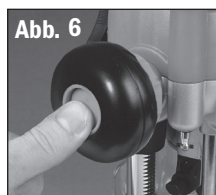

Abb. 6
1. Zur Anpassung der freihändigen Tiefeneinstellung drücken Sie den Auswahlknopf für die Schneidetiefe soweit ins Handrad, bis er einrastet (**Abb. 6**).